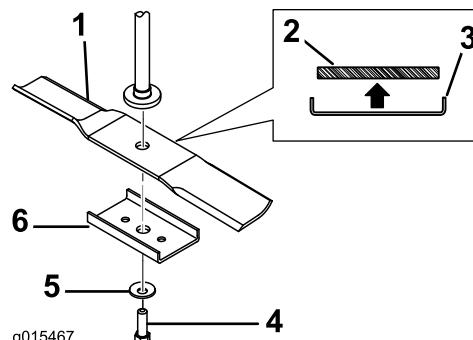
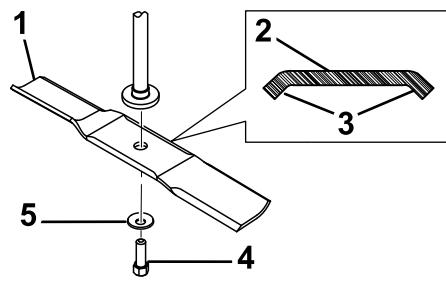

Figura 2
Figura 3
- Seleccione el tipo de cuchilla, de las ilustradas en Figura 2 y Figura 3, que más se parezca a las cuchillas de su cortacésped. Sujete el extremo de la cuchilla usando un trapo o un guante grueso, y retire la cuchilla según se indica.